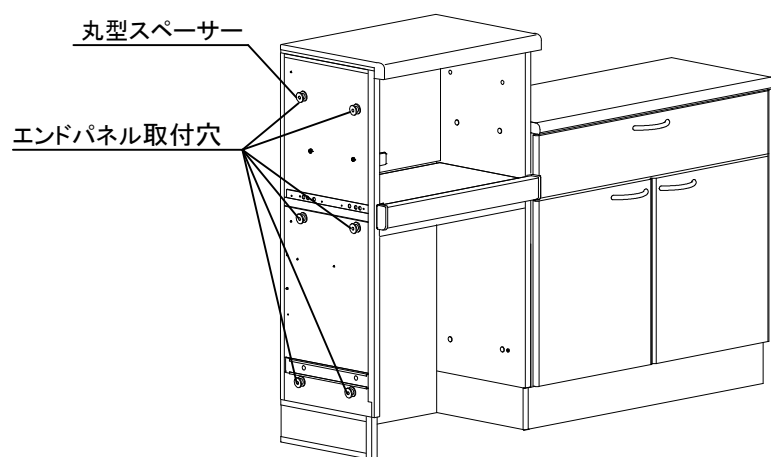

図11
- (1)側板の穴シールを取り剥がしてください。
- (2)側板の6ヶ所に、丸型スペーサーの穴を合わせて貼付けてください。(図11参照)